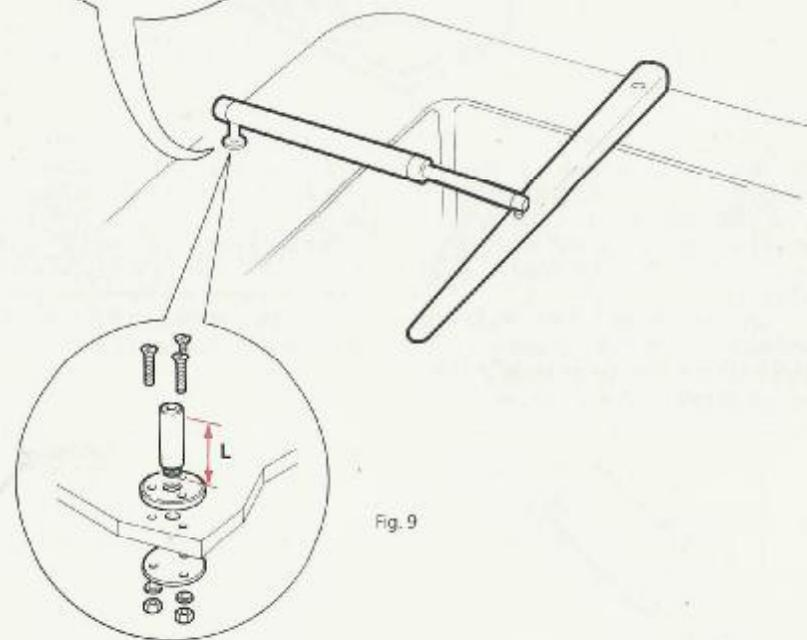

Fig. 9
- Fixer la base du piédestal à l'aide de 3 boulons diamètre de 6mm de la contre plaque, des écrous et des rondelles. Il est conseillé d'installer la base et la contre plaque avec du rubson pour assurer une bonne étanchéité. (Fig. 9).